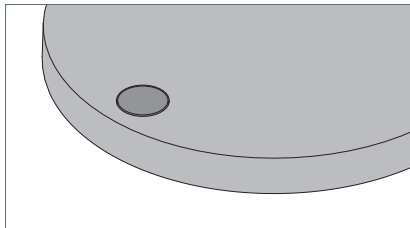

Fig. 3: Tipka.
- ▶ Kratko pritisnite tipku, pog. Fig. 3.
- ▶ Pritisnite tipku i držite je pritisnutu, pog. Fig. 3.
- ▶ Pritisnite tipku i držite je pritisnuta deset sekundi dok svjetiljka ne počne svijetliti u pravilnim intervalima, pog. Fig. 3. Svjetiljka je u načinu rada za programiranje. Svjetljenje pokazuje nakon koliko će se sati svjetiljka isključiti ili je li deaktivirano automatsko isključivanje.